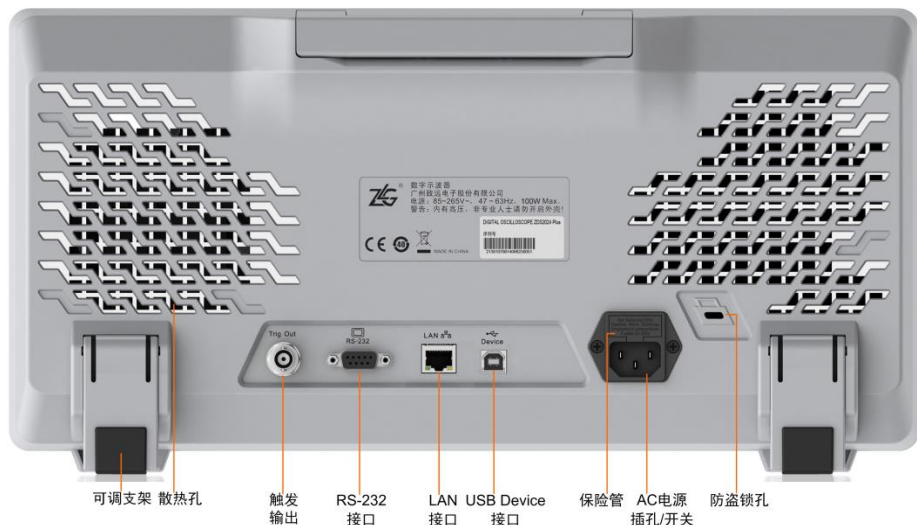

图 5-9 ZDS2024B Plus 型示波器后面板
ZDS2024B Plus 型台式示波器的后面板如图 5-9 所示。
**安全锁：**用户可使用安全锁将示波器锁在固定位置。沿与后面板垂直的方向对准图 5-9 中的“防盗锁孔”将锁头插入，顺时针旋转钥匙锁定示波器，然后拔出钥匙。注意，不要将其它物品插入防盗锁孔以免损坏仪器。